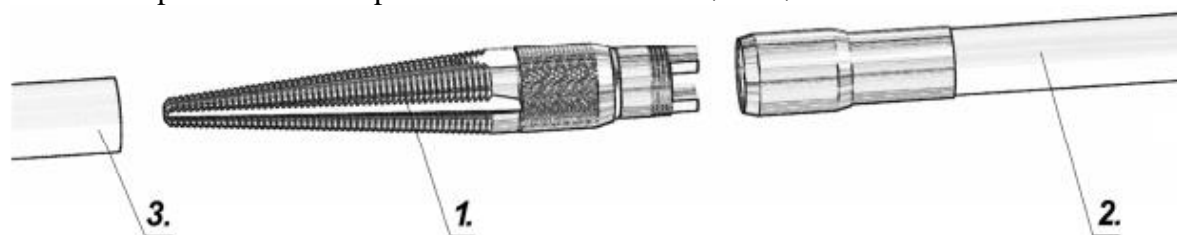

Figura 9.8.1
Pentru instalarea tevilor din PE, PVC (manual), trebuie sa utilizati niplul de insertie (1) (Figura 9.8.1). Aceasta metoda poate fi utilizata pentru tevilor cu diametrul $\text{Ø}25\div\text{Ø}55$ mm.